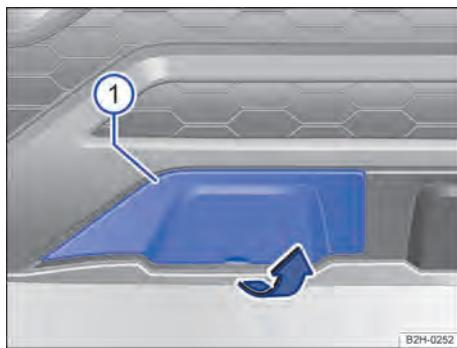

Fig. 163 No para-choque dianteiro à direita: cobertura.
O alojamento para a argola de reboque aparafusada está localizado na frente à direita no para-choque, sob uma cobertura → Fig. 163 ①.
- Pegar o entalhe da cobertura e remover a cobertura no sentido da seta → Fig. 163.